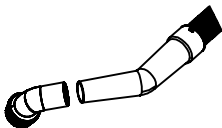

Fig. 11 – Conexão do bocal escova na mangueira
- Para limpeza em estofados ou tecidos, o usuário pode utilizar o bocal com escova (Fig. 11).
- Monte o bocal com escova na mangueira (Fig. 11).